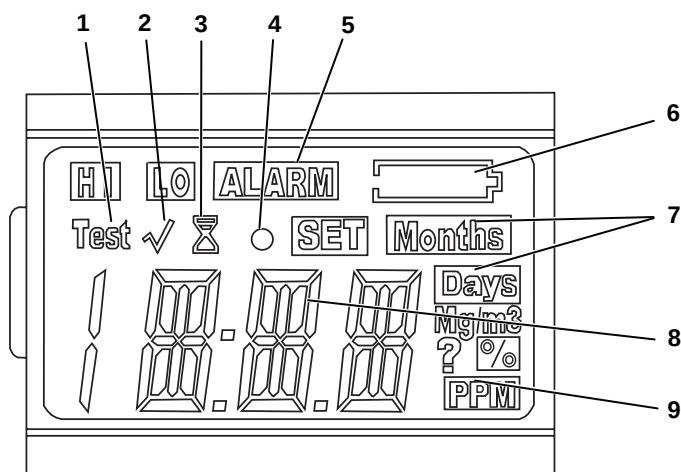

Bild 2 Display
- så länge batteriets varningsindikator (Pos. 5 i Bild 2) inte aktiveras **och**